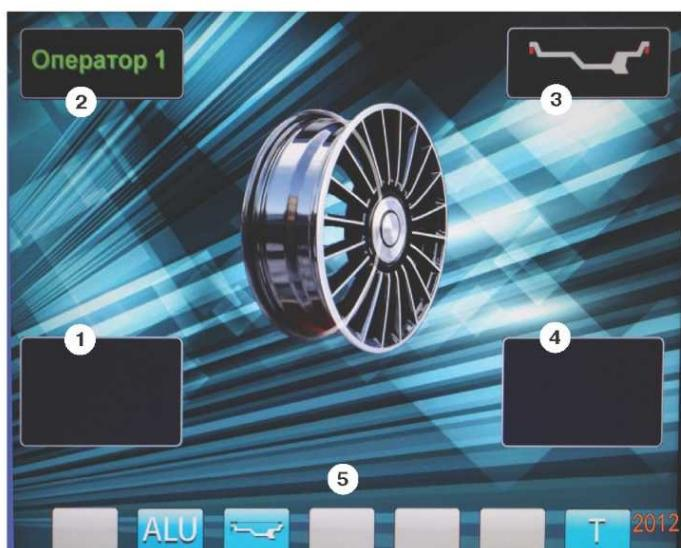
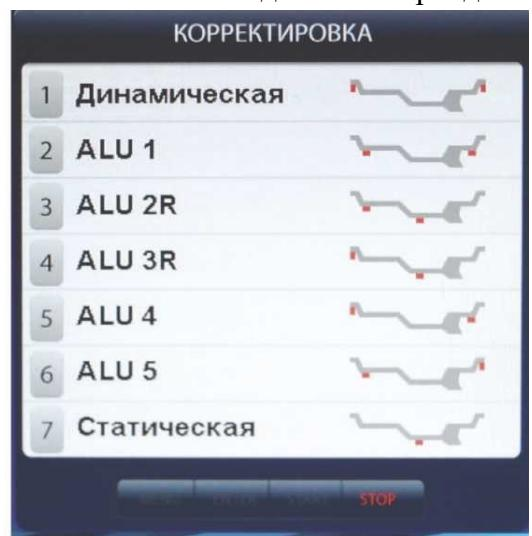

рис.8.2.
рис.11.3.
8.3. После включения питания СБ на экране монитора отображается фирменная заставка, которая через несколько секунд сменяется отображением экрана основного рабочего режима (рис. 8.2).
Для выбора схем расположения грузов в программах «ALU1-ALU5» необходимо, находясь в режиме основного рабочего экрана, нажать кнопку «ALU», при этом открывается окно схем установки грузов, отмеченных номерами рис. 11.3. Если после введения размеров колеса установленлся экран ввода геометрических параметров, необходимо перейти в экран основного рабочего режима нажатием кнопки «STOP». Для выбора нужной схемы нажмите кнопку верхнего ряда клавиатуры с соответствующим номером. Выбранная схема установки грузов отображается в окне 3 экрана основного рабочего режима (рис. 8.2).
12.2. При включении СБ программа измерения дисбаланса настраивается таким образом, что дисбаланс менее 5г (заводская установка) на любой плоскости коррекции не показывается, в этом случае в окнах 1 и 4 (рис. 8.2)
12.3.4. Для проверки результатов балансировки снова запустите СБ. Если колесо отбалансировано правильно, на индикаторах 1 и 4 (рис. 8.2.) отображаются символы «OK».